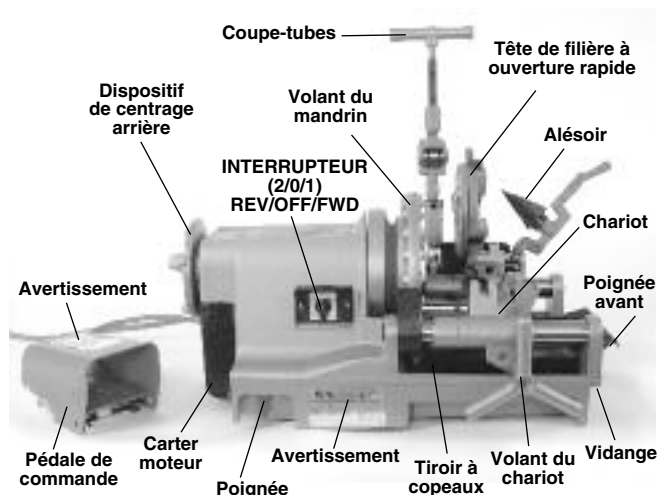

Figure 1 – Fileteuse 300 Compact
- La présence et la lisibilité des étiquettes de sécurité (*Figures 1 et 2*).